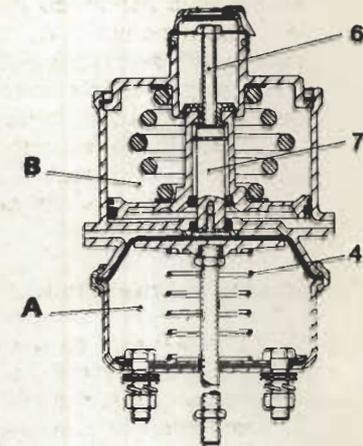

Fig. 11.11. - Destrenado mecánico de emergencia
- **Destrenado mecánico de emergencia** (fig. 11.11). — En el caso de que el vehículo quede frenado por falta de presión en el cuerpo (B), se podrá desplazar el vehículo si se afloja el tornillo (6), con lo que retrocederá el manguito (7) por acción del muelle (4), quedando las zapatas en reposo.